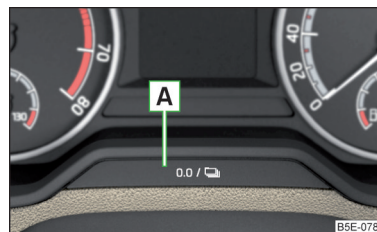

Abb. 40
Der Zähler kann durch Antippen der Taste **A** » Abb. 40 auf Seite 52 bzw. im Infotainment im Menü **CAR** → → → **Kombi-Instrument** zurückgestellt werden.
- › Die Taste **A** » Abb. 40 gedrückt halten, bis im Display der Menüpunkt **Uhrzeit** angezeigt wird.